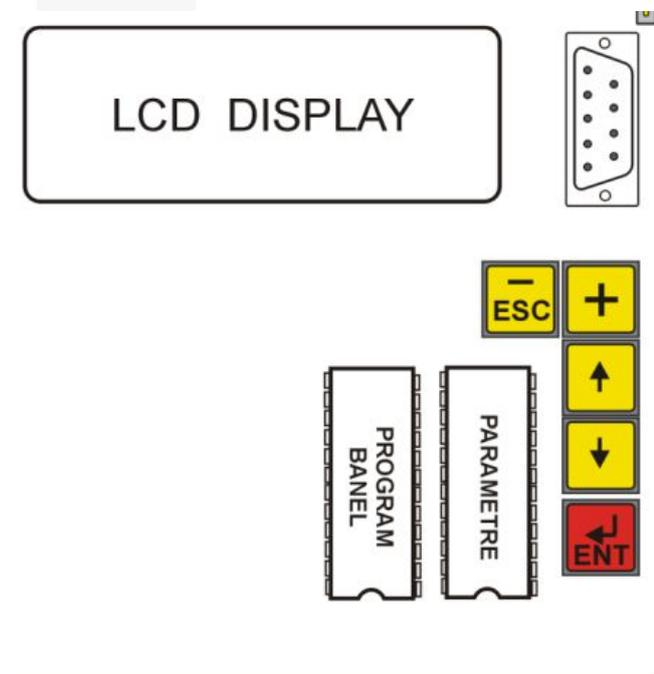

Abb. 12
- In die Steuerungsplatine auf die linke Seite Speicher mit BANEL-Programm einlegen (Abb. 12) (Bitte, richtige Ausrichtung beachten – mit Ausschnitt nach unten)